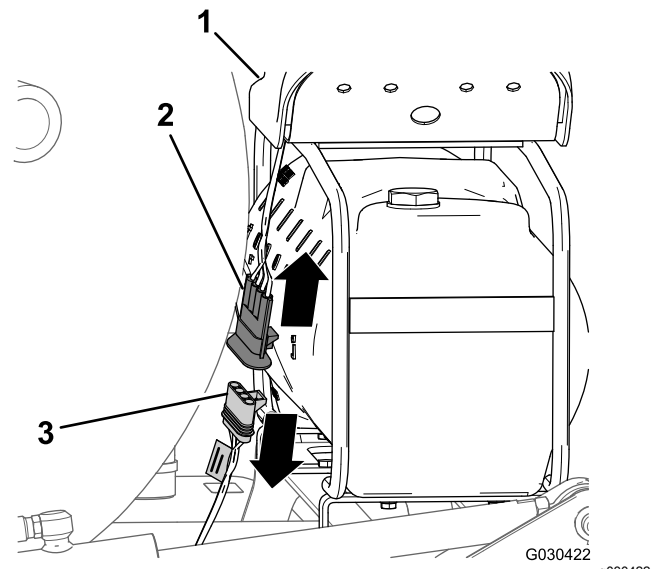

Figura 11
1. Na traseira do depósito do marcador de espuma, localize a cablagem no compressor (Figura 11).
2. Desligue o conector de quatro pinos da cablagem do compressor do conector de quatro tomadas da cablagem traseira da máquina (Figura 11).